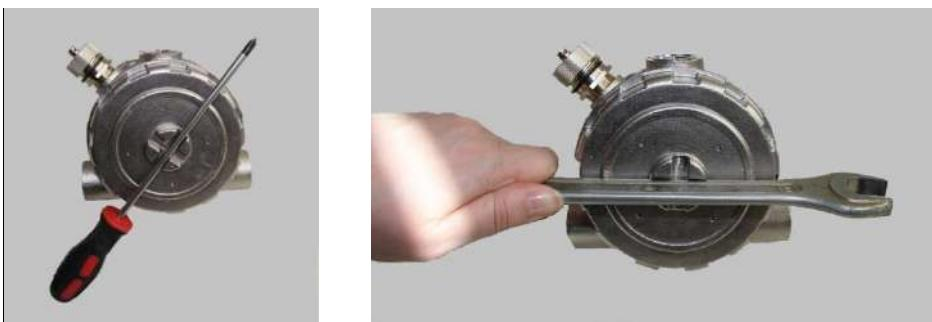

Рисунок 4 – Задняя крышка прибора.
- ослабить стопорный винт основания прибора и открутить заднюю крышку против часовой стрелки, используя, при необходимости, гаечный ключ / отвертку в качестве рычага. (рис.4)